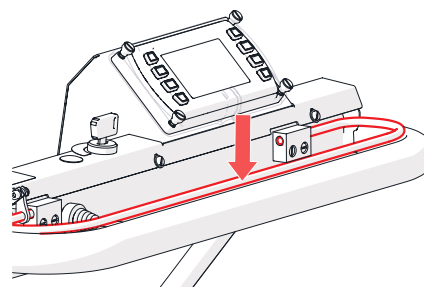

Fig. 14C - Depress the OPC
4. Depress the OPC (Fig. 14C).